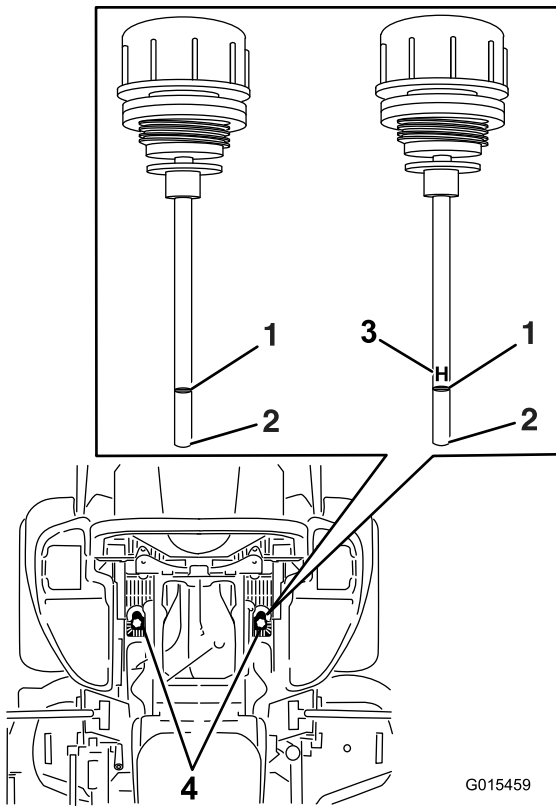

Figure 91
5. Nettoyez la surface autour des jauges des réservoirs du système hydraulique (Figure 91).
6. Sortez une jauge du réservoir hydraulique (Figure 91).
8. Ressortez la jauge et examinez l'extrémité (Figure 91).